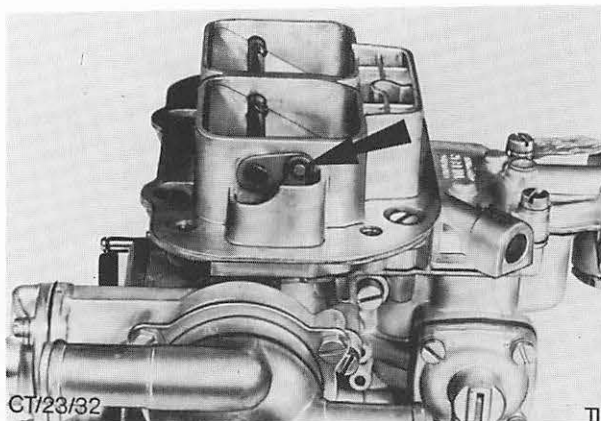

Abb. 63 Sicherung – Verbindungsstange bzw. -lasche an Hebel der Starterklappenwelle
2. Sicherung vorsichtig mit einem Schraubenzieher abdrücken und Starterklappen-Verbindungsstange bzw. -lasche vom Hebel der Starterklappenwelle aushängen. Abb. 63.